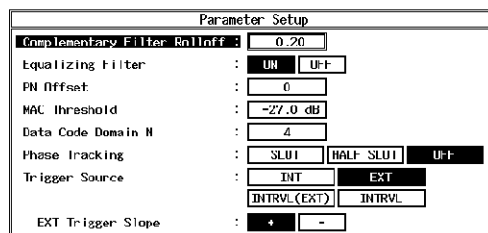

図 6-3 Parameter Setup 設定 (Forward Link)
5. R3267 シリーズを CF: 870.03 MHz、RF 入力測定に設定し、パラメータを図 6-3 のように設定し、**DC CAL**、**AUTO LEVEL** を実行します。
4. R3267 シリーズを BASEBAND(I&Q) 入力測定に設定し、パラメータを図 6-3 のように設定し、**DC CAL** を実行します。